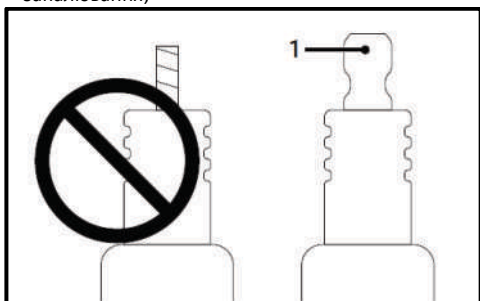

Рис. 52
- Огляньте свічку запалювання. Якщо вона пошкоджена або відсутній контактний ковпачок (1), то її необхідно замінити (Рис. 52). Рекомендовано встановлювати нову свічку запалювання;